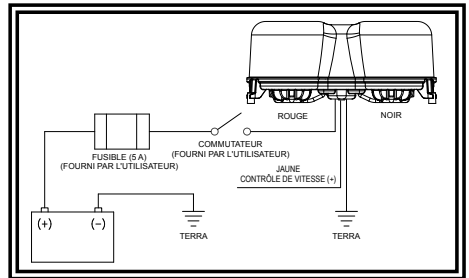

Figure 2
5. Reliez les câbles d'alimentation comme indiqué dans la section sur le câblage (voir Figure 2).
Le raccordement de cette configuration est tel que présenté dans la Figure 2 ci-dessous. Tous les câblages doivent être d'un minimum de 18 AWG.